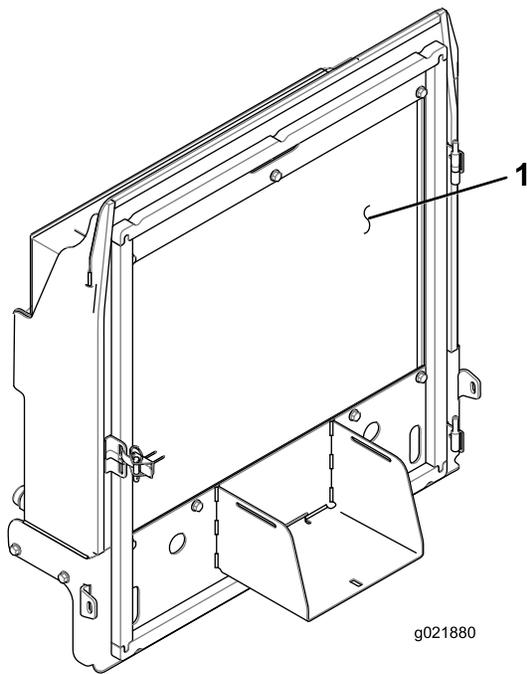

Рисунок 94
4. Тщательно очистите сжатым воздухом обе стороны радиатора/маслоохладителя (Рисунок 94).